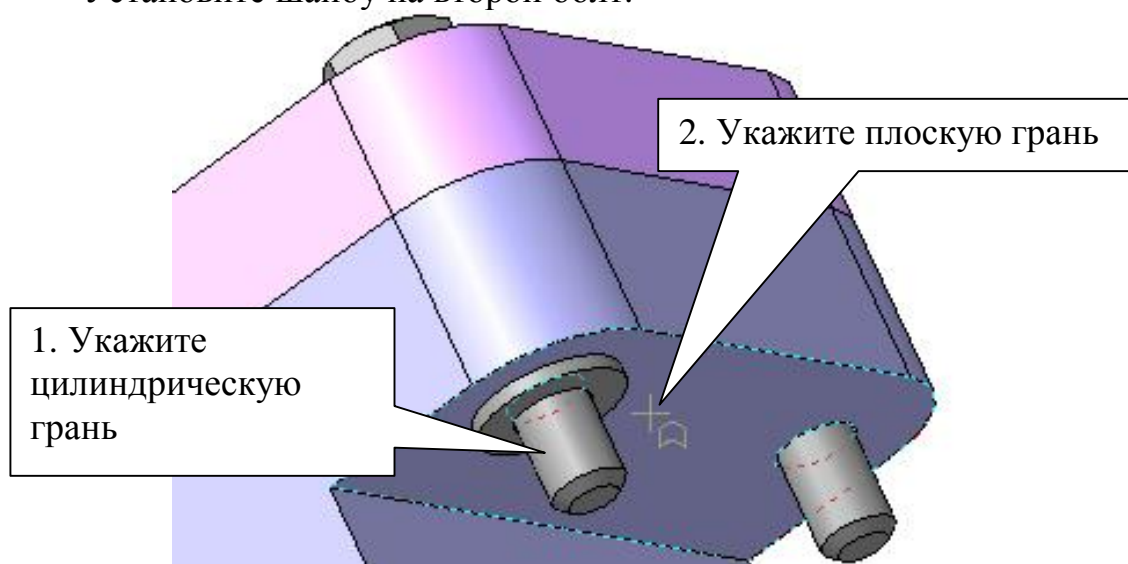

Рис. 91
- Выберите из *Библиотеки крепежа* раздел *Шайбы*. Установите необходимые параметры: Шайба10 ГОСТ 11371-78. проставьте маркер напротив опции *Создать объект спецификации*. Курсором вместе с фантомом шайбы укажите цилиндрическую грань стержня болта (тем самым будет наложено сопряжение *Соосность*), а затем плоскую грань детали «Плита», рис. 91. *Создать объект* . В появившемся окне «Объект спецификации» нажмите кнопку *ОК*. Установите шайбу на второй болт.